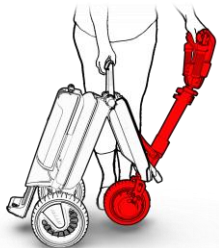

Figura 8
6. Incline su ATTO hacia la varilla hasta que la rueda delantera toque el suelo (consulte la Figura 8).